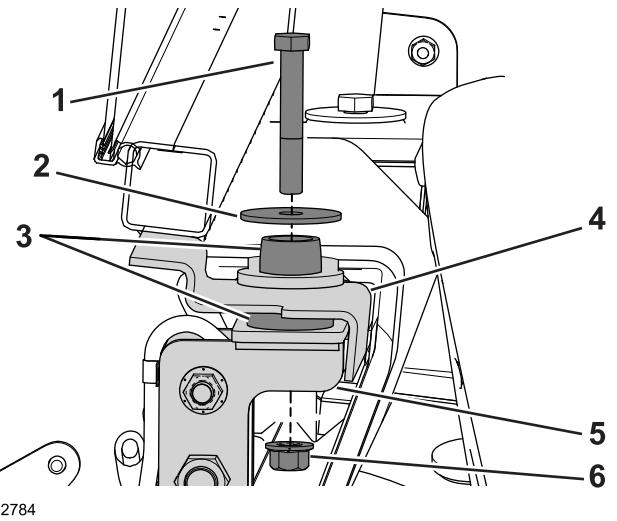

Figure 72
3. Insérez un support élastique dans chaque emplacement de montage sur le cadre de la cabine (Figure 72).
4. Fixez la cabine sur la machine à l'aide du boulon ($\frac{1}{2} \times 3\frac{1}{4}$ po), de la grande rondelle et de l'écrou à embase (Figure 72).